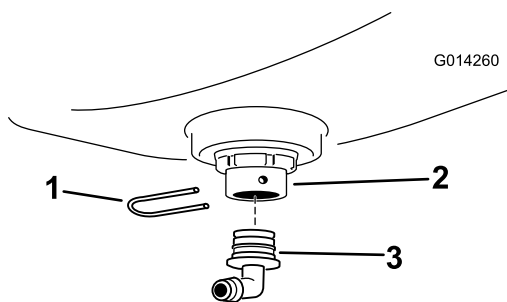

Figura 5
6. Instale un acoplamiento dentado de 90 grados en el pasamuros y sujételo con un pasador de horquilla (Figura 5).